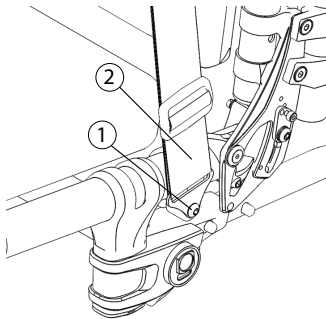

Abb. 10
- Entfernen Sie die Schraube (1) zum Entfernen der Gurthalterung (2), an der der Sitzgurt montiert wird.
- Schrauben Sie zum erneuten Montieren die Schraube (1) direkt an der Rohrschelle (3) an (Abb.10)
- Ziehen Sie die Schraube (1) wieder an, bis sie fest sitzt.